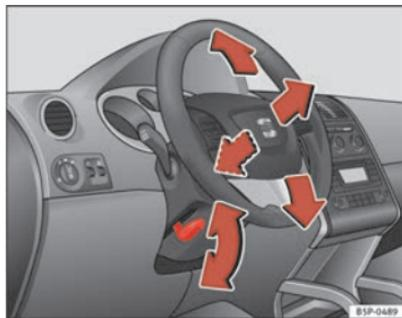

Fig. 134 Regolazione della posizione del volante
- Abbassare la leva ⇒ fig. 134 che si trova sotto il piantone dello sterzo ⇒ ⚠.